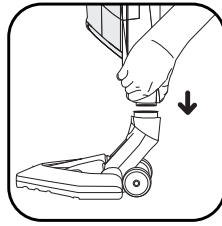

fig. 3
- Fije a continuación el cabezal de aspiración Delta (11) encajándolo en la parte inferior del cuerpo principal (fig.3).